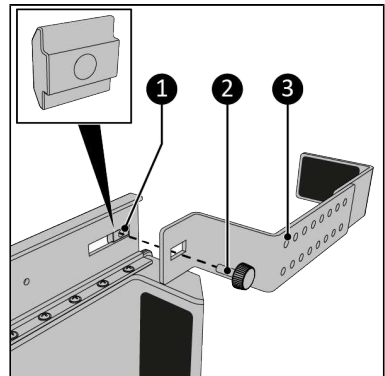

Abbildung 123.
7. Schrauben Sie die Halterung (Abbildung 123, Pos. 3) mit der Knopfschraube (Abbildung 123, Pos. 2) an der Hauptschiene in der vorderen Position fest.. Stellen Sie sicher, dass Sie die Knopfschraube mit der Gleitmutter verbinden (Abbildung 123, Pos. 1).